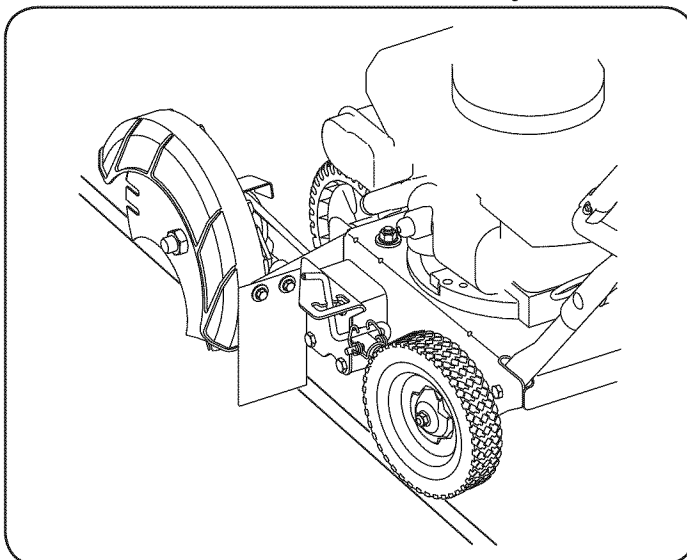

Figura 5
1. Mueva la unidad al área que va a recortar, asegurándose de que la rueda posterior izquierda esté sobre una superficie dura y que la cuchilla está sobre el área a cortar. Vea la Figura 5.